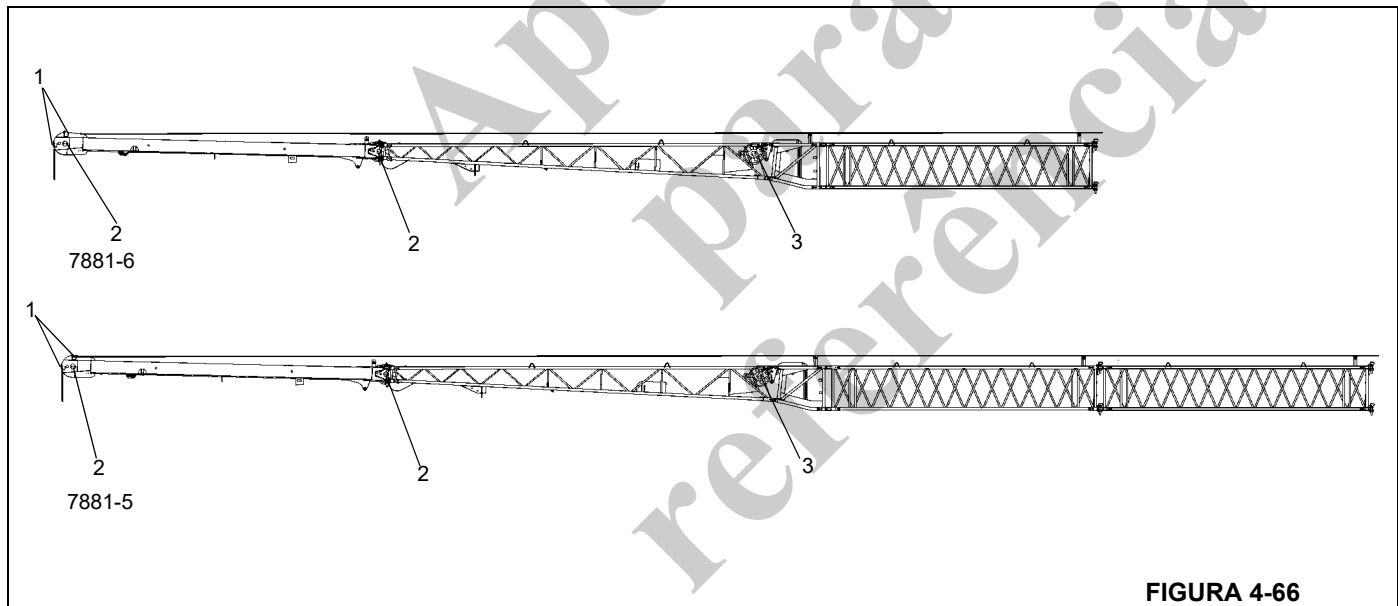

FIGURA 4-66
1. Remova os roletes e as hastes de retenção do cabo de elevação (1) Figura 4-66.
2. Passe o cabo de elevação pela polia defletora (3), se utilizada, e pela polia da cabeça (2) na seção de 33 pés (10,1 m) ou na seção de 23 pés (7 m). Coloque todos os roletes e hastes de retenção do cabo de elevação de volta no lugar e prenda-os com pinos de retenção.
2. Remova os roletes e as hastes de retenção do cabo de elevação (1) Figura 4-66.
3. Retire o cabo de elevação da polia da cabeça (2) e da polia defletora (3), se usada e coloque-o no solo no lado esquerdo.